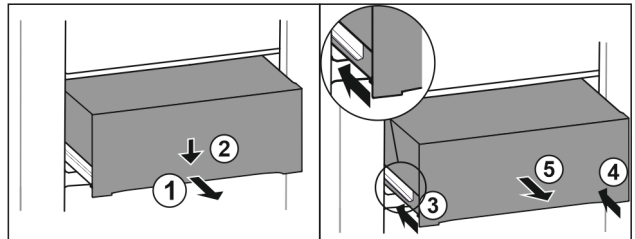

Fig. 112
- Çekmeceyi yarıya kadar dışarı çekin. Fig. 112 (1)
- Ön taraftaki çekmeceyi aşağı itin. Fig. 112 (2)
- Sol rayı yaklaşık 2 cm içeri sürün. Fig. 112 (3)
- Sağ rayı yaklaşık 2 cm içeri sürün. Fig. 112 (4)
- Çekmeceyi öne doğru çıkartın. Fig. 112 (5)